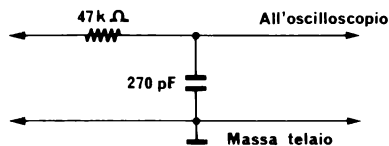

Fig. 6.7.2e - Filtro disaccoppiatore.
3) Collegare l'ingresso verticale dell'oscilloscopio al morsetto « TO VERT. » (n. 8 fig. 12.5.1) dello sweep e il morsetto « DEMOD INPUT » (n. 9) all'uscita del diodo rivelatore video del televisore, previo disaccoppiamento con filtro disaccoppiatore (fig. 6.7.2e).